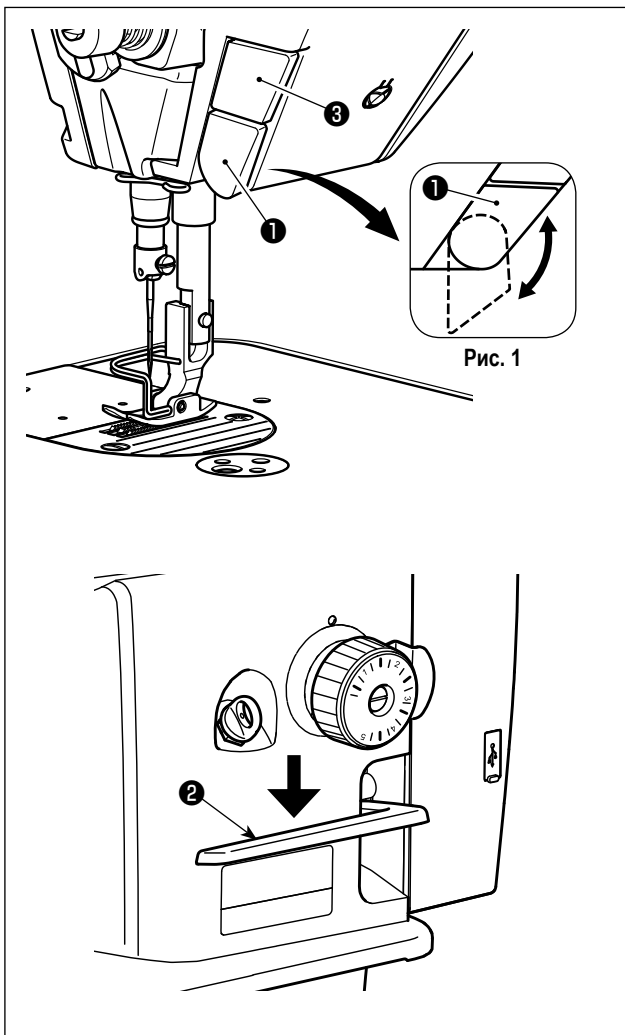

Рис. 1
Переключатель обратной подачи типа однокнопочного включения ① может использоваться в двух различных положениях его поворотом. (Рис. 1)